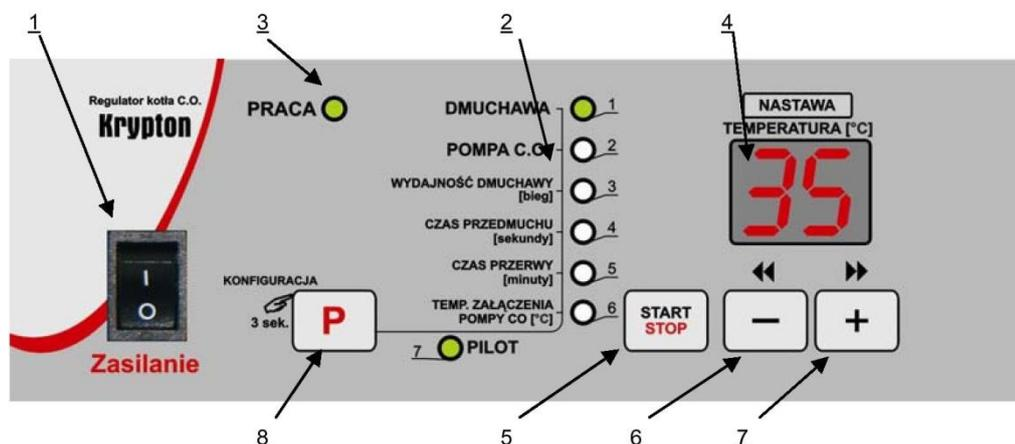

Рисунок 3 - Лицьова панель контролера
- вимикач живлення блока автоматики (поз. 1, рис. 3);
- ряд діодів, які сигналізують про роботу устаткування (поз. 2, рис. 3);
- діод «**PRACA**» (поз. 3, рис. 3), що сигналізує про роботу контролера;
- дисплей (поз. 4, рис. 3), на якому відображаються значення температури, величини параметрів та інша інформація;
- кнопка «**START/STOP**» (поз. 5, рис. 3), яка служить для запуску або зупинки процесу налаштування;
- кнопка «**←**» (поз. 6, рис. 3). Під час нормальної роботи ця кнопка використовується для зменшення величини необхідної температури (установка). Під час налаштування конфігурації – зменшує вибраний параметр;
- кнопка «**+**» (поз. 7, рис. 3). Під час нормальної роботи ця кнопка використовується для збільшення величини необхідної температури (установка). Під час налаштування конфігурації – збільшує вибраний параметр;
- кнопка «**P**» (поз. 8, рис. 3). Притримуючи цю кнопку протягом 3 секунд, контролер переходить до встановлення параметрів конфігурації.
Для запуску контролера слід увімкнути живлення за допомогою вимикача мережі (поз. 1, рис. 3). Протягом декількох секунд з'явиться поточний результат виміру температури. Після увімкнення контролер перейде в такий режим роботи, під час якого він був вимкнений.
Після досягнення необхідної температури, блок автоматики переходить в режим контролю, про що сигналізує блимання лампочки в правому нижньому кутку дисплея (поз. 4, рис. 3). У режимі контролю здійснюються продувки (лише при температурі нижче 80 °С) – регулярні увімкнення вентилятора на декілька секунд, які запобігають скупченню газів в котлі і можливому загасанню вогню. Включення продувки сигналізується блиманням діода «**DMUCHAWA**».
- протягом більше трьох секунд притримати кнопку «*P*» (поз. 8, рис. 3);
- вимкнути контролер за допомогою вимикача мережі (поз. 1, рис. 3);